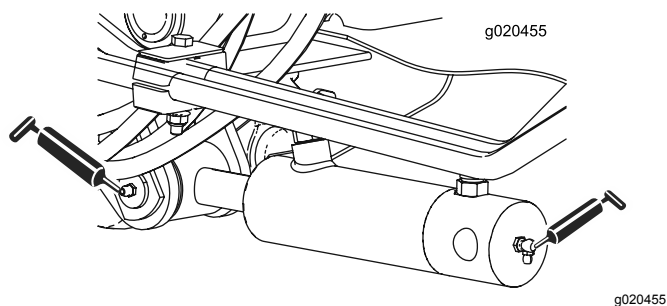

Figura 47
- 2 (su ciascun lato) boccole orientabili del cilindro del braccio di sollevamento (Figura 47)